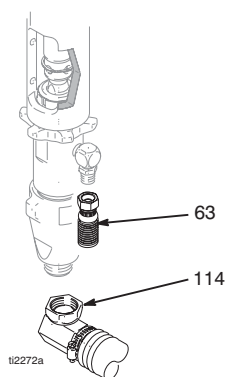

FIG. 7
3. (Fig. 7) Retire el tubo de aspiración (114) y la manguera de pintura (63) (retírelos por el extremo giratorio).